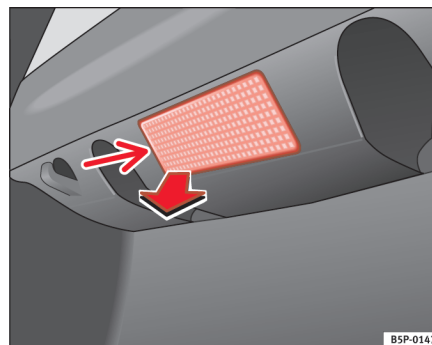

Fig. 198 Bagagerumslys
- Tag lampens glas af ved at trykke på den nederste kant (pil) med en skruetrækker ⇒ fig. 198. ▶